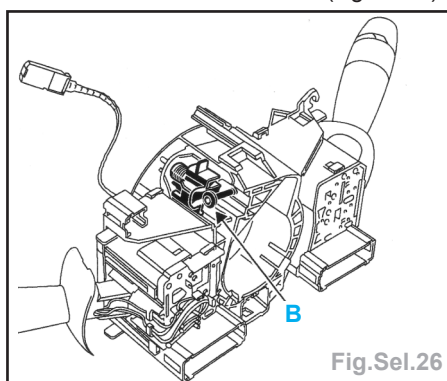

Fig.Sel.26
- Dégager la demi-coquille inférieure (1) puis (2).
- Desserrer la vis (B), puis dégager l'ensemble contacteur tournant (Fig.Sel.26).